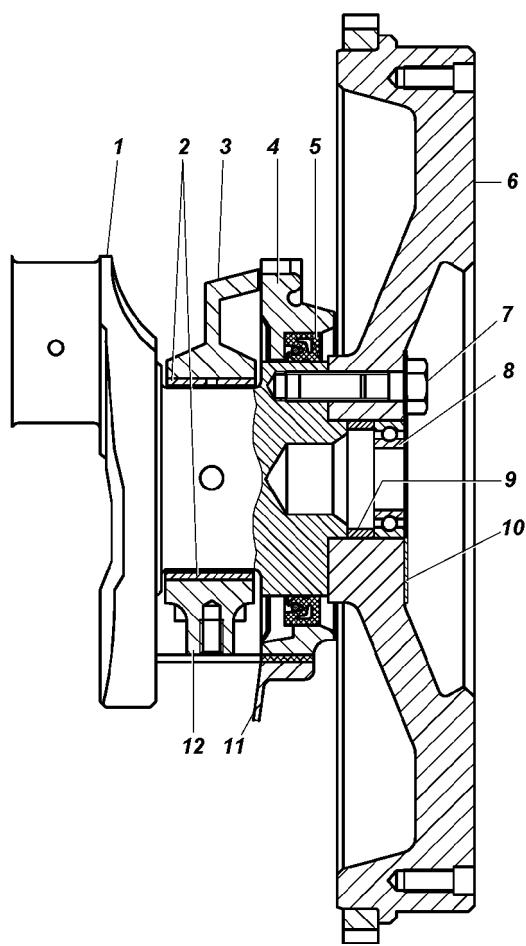

Рис. 4.33. Задний конец коленчатого вала:
- снимите задний сальникодержатель 4 (рис. 4.33);
- снимите крышки коренных подшипников (рис. 4.33, 4.34, 4.35) коленчатого вала вместе с вкладышами